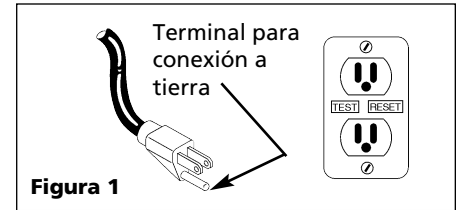

Figura 1
11. Este equipo está diseñado sólo para funcionar en circuitos de 120 voltios (monofásicos) y está equipado con un cordón eléctrico de 3 cables y 3 terminales para conexión a tierra tal como se muestra en la Figura 1.